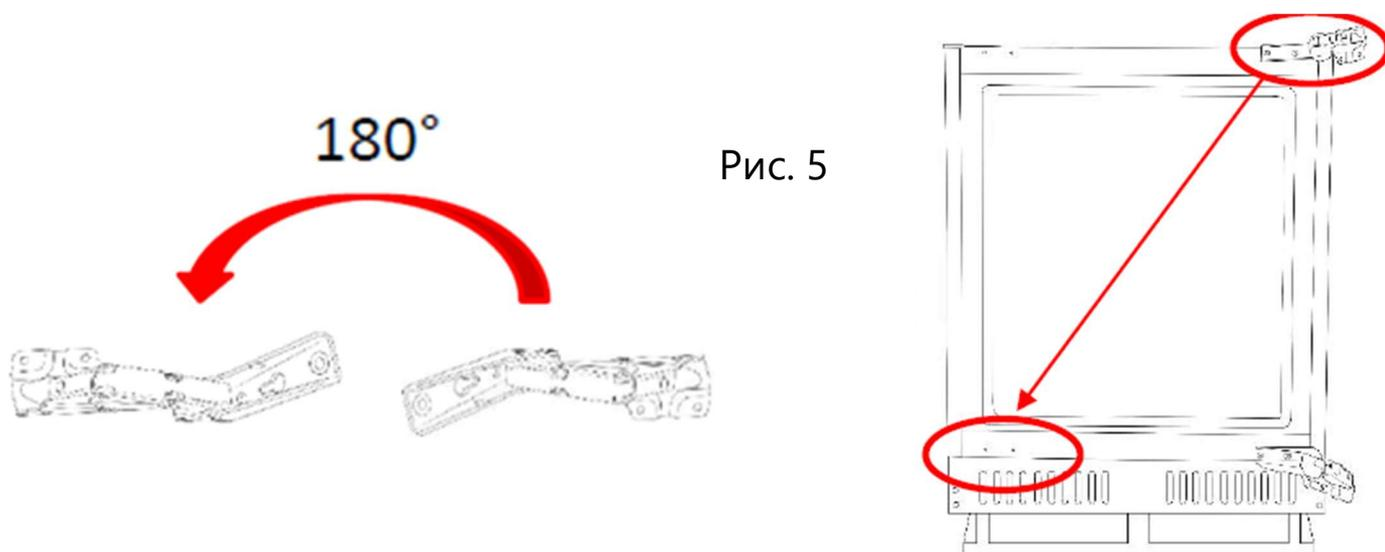

Рис. 5
6. Переверните верхний шарнир (на 180°) и закрепите его на диагонально противоположном углу шкафа прибора рис.5